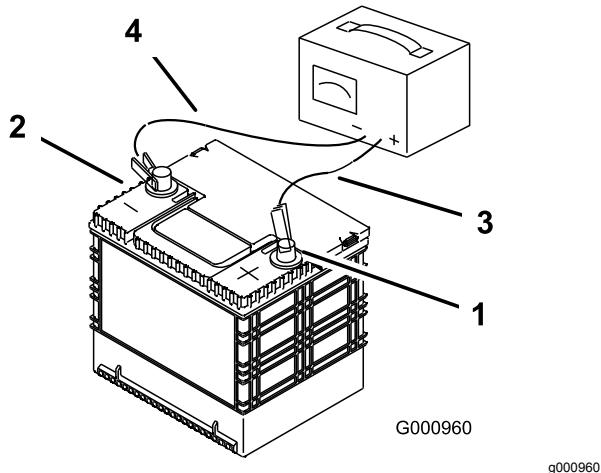

Figura 27
- Quando la batteria è completamente carica, staccate il caricabatterie dalla presa elettrica e scollegate i cavi di ricarica dai poli della batteria (Figura 27).